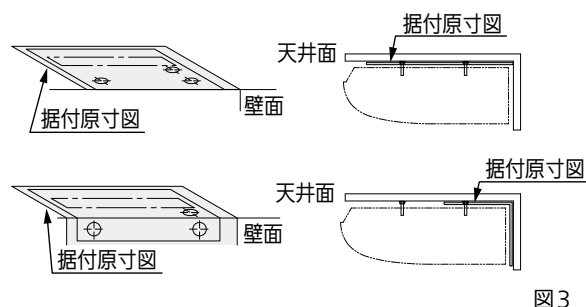

図3
- 4-4. 据付原寸図で吊ボルトのピッチを出してください。吊金具と本体との位置関係は図2の通りです。据付原寸図は、図3のように使用ください。